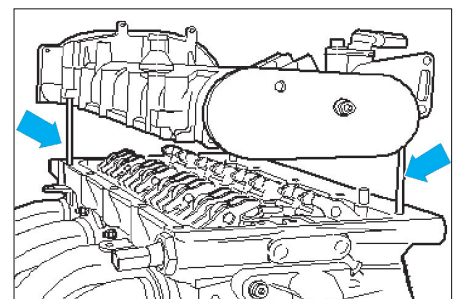

Fig. 70
- Placer le carter avec précaution verticalement par le haut des goujons (Fig.70).